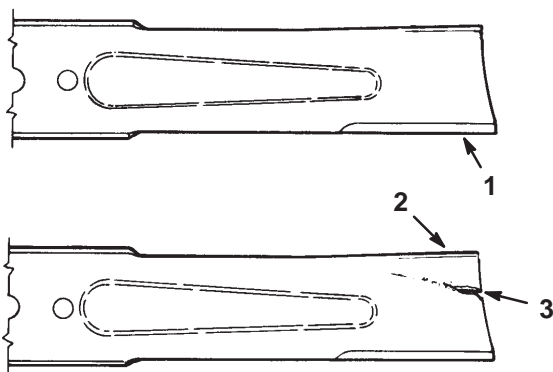

Figure 23
2. Inspectez les tranchants des lames (Fig. 23). Si elles ne sont pas tranchantes ou si elles présentent des indentations, déposez et aiguisiez les lames (voir Aiguisage des lames, page 13).
3. Inspectez les lames, surtout la partie incurvée (Fig. 23). Remplacez immédiatement toute lame endommagée, usée ou qui présente une entaille (Fig. 23).